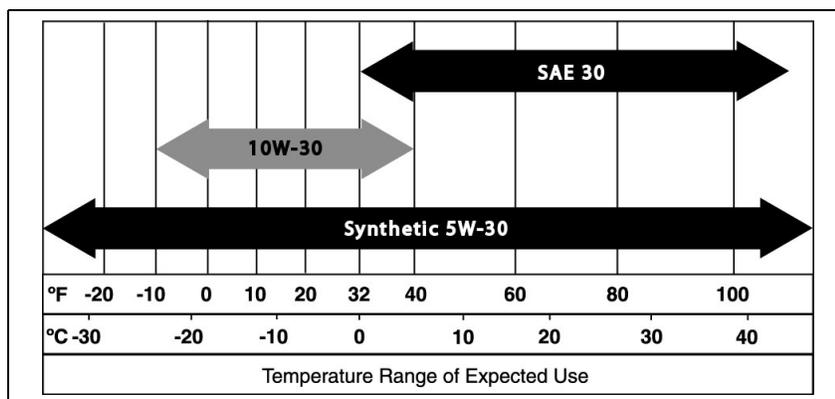

Figura 4-2: Aceite recomendado en base a la temperatura
8. Llene el motor con el aceite recomendado apropiado. Para el aceite recomendado, vea la Figura 4-2.